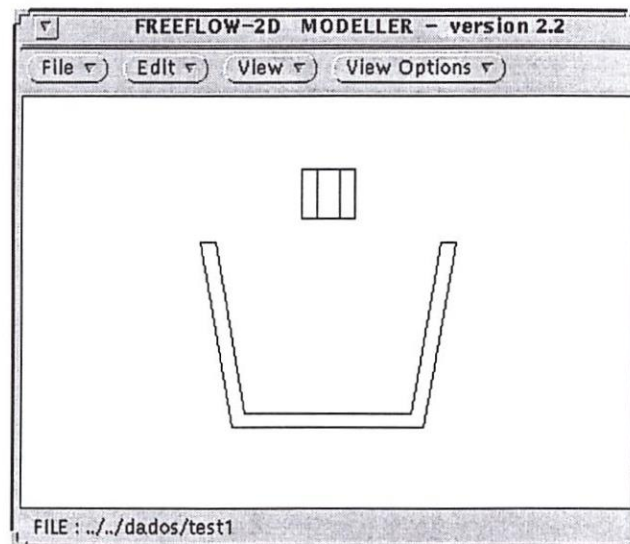

Figura 1.37: Visualização do modelo pelas suas arestas
- *Wire Frame*: por esta opção pode se visualizar o modelo por suas arestas, como mostra a figura 1.37.